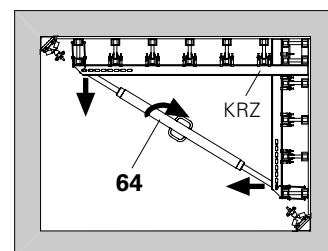

Fig. C3.04
3. Retirar las cuñas, desmontar la regleta de esquina EKZ y los módulos interiores. (Fig. C3.04)
En cada nivel de correas del módulo interior montar agarradera o tornapuntas, p.ej. SLS (64). Así, el módulo interior se desprende más fácilmente del hormigón. (Fig. C3.04)